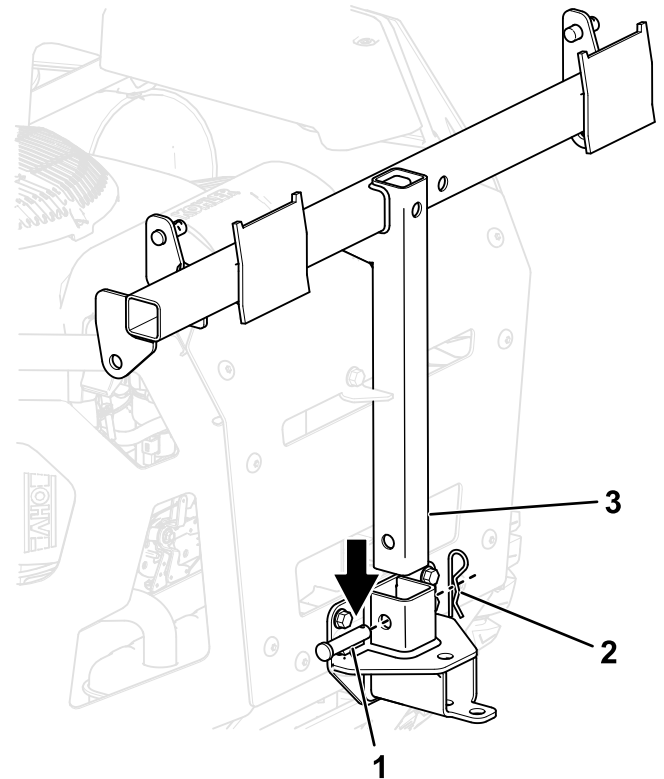

Figuur 14
3. Monteer de montagebeugel voor de grasvanger aan de machine; zie Figuur 14.